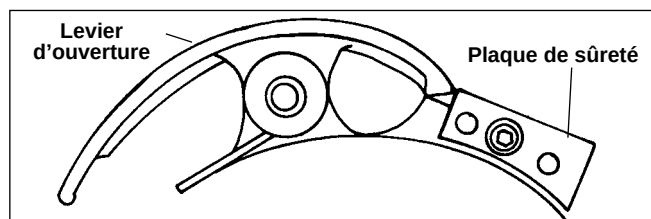

Figure 20 – Réglez à la position ci-dessus avec la gâchette de la tête de filière en position armée
3. Réglez la plaque de sûreté de manière à ce que la vis s'introduise dans le trou de repérage central. (Figure 20)